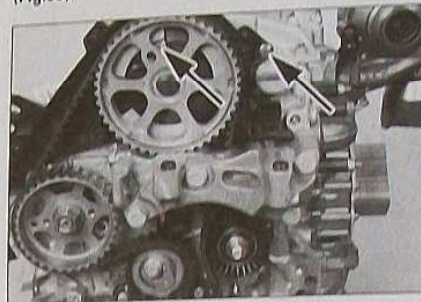

FIG. 39
- les deux vis de fixations du carter de distribution (Fig. 39).